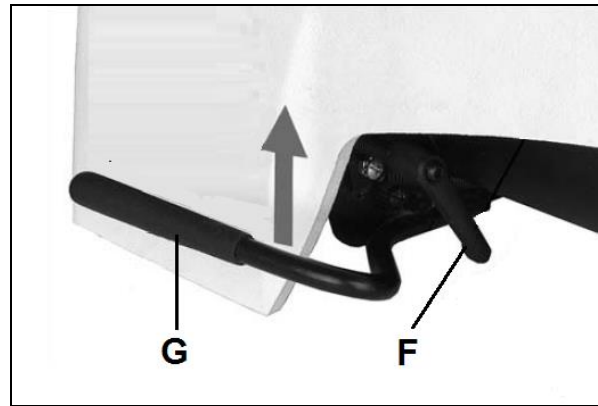

Fig 20
Détendre la courroie. Pour cela, tirer sur la poignée (F, Fig 20) et soulever le moteur avec le levier (G).